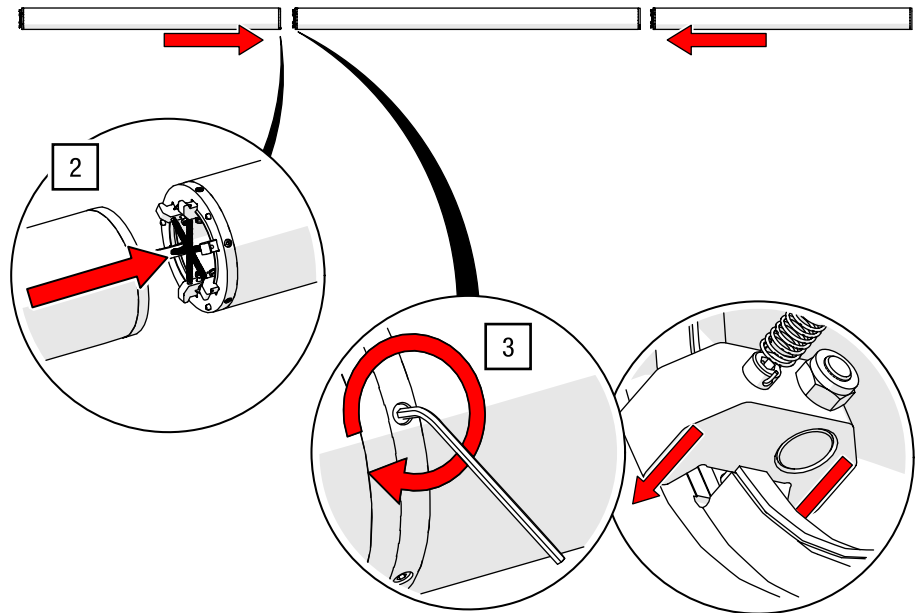

Abb. 23: Rollbildwand TUBE – CFK-Rohre verbinden
2. Stecken Sie die Rohre mit Klauenseite und Gegenseite aufeinander (siehe Abb. 23).
3. Ziehen Sie die Klauen an den Sechskantschrauben über Kreuz mit einem ISK SW 6 in mehreren Schritten zunächst handfest und anschließend mit 40 Nm Drehmoment an (siehe Abb. 23).